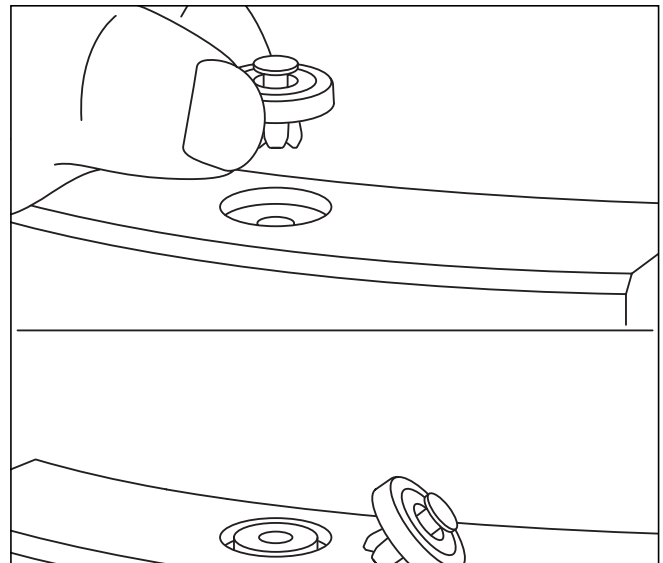

Рис. 8.7 Ослабление пружинного замка
- Нажмите на пружину, находящуюся под отверстием, напр., отверткой (см. рис. 8.7). Это разблокирует и выталкивает заглушку.
- Нажмите на пружину, находящуюся под отверстием, напр., отверткой. (см. рис. 8.7).